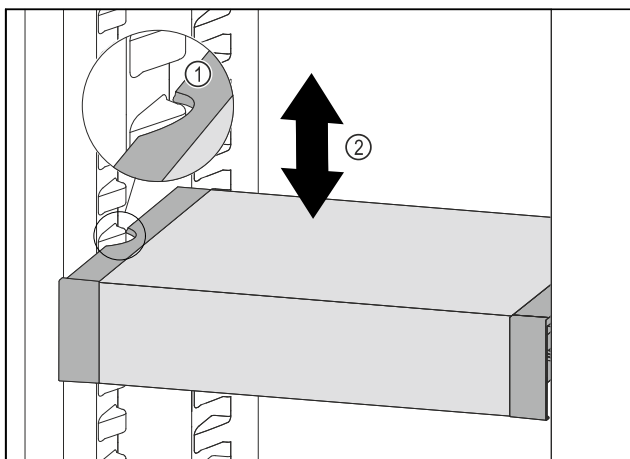

Fig. 103
- ▶ Træk VarioSafe fremefter, indtil udsparingerne i siden på VarioSafe er på niveau med beholderribben i kølesektionen. Fig. 103 (1)
- ▶ Flyt VarioSafe op eller ned i kølesektionen, indtil den ønskede højde er nået. Fig. 103 (2)